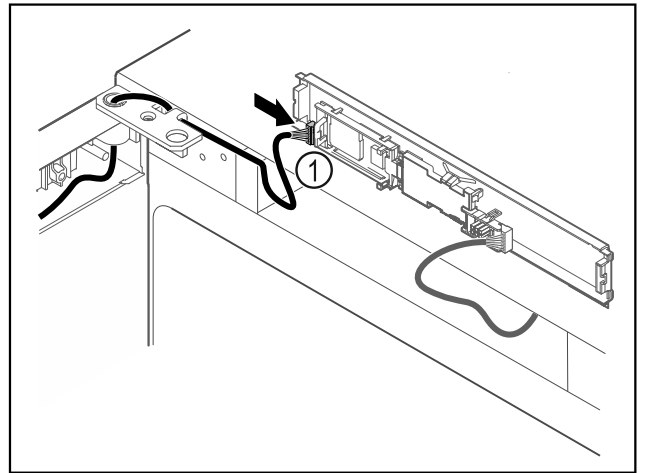

Fig. 65
- Aseta pistoke Fig. 65 (1) levyyn.